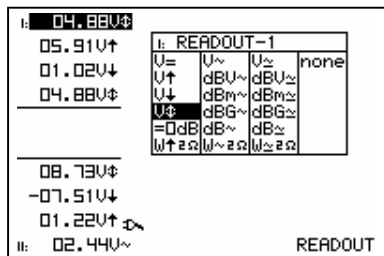

Fig 23
2. Press the cursorkeys to highlight the desired readout function for meter 1 readout. (Fig. 23)
2. Druk op de pijltoetsen voor het kiezen van de uitlezingfunctie van meter 1. (fig 23)
2. Utilisez les touches curseur pour choisir la fonction désirée pour ce premier appareil de mesure. (fig 23)